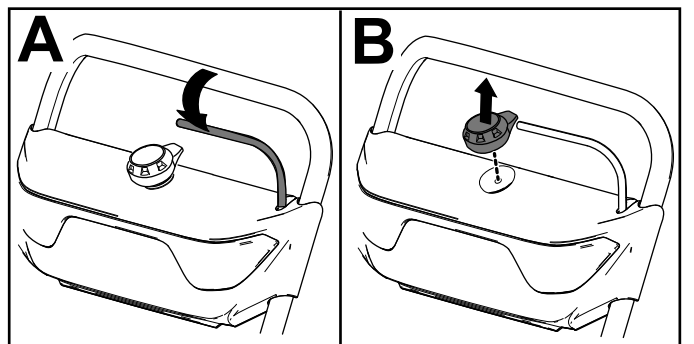

Figure 13
1. Relâchez la barre (A de Figure 13).
2. Retirez le bouton de démarrage électrique du démarreur électrique (B de Figure 13).